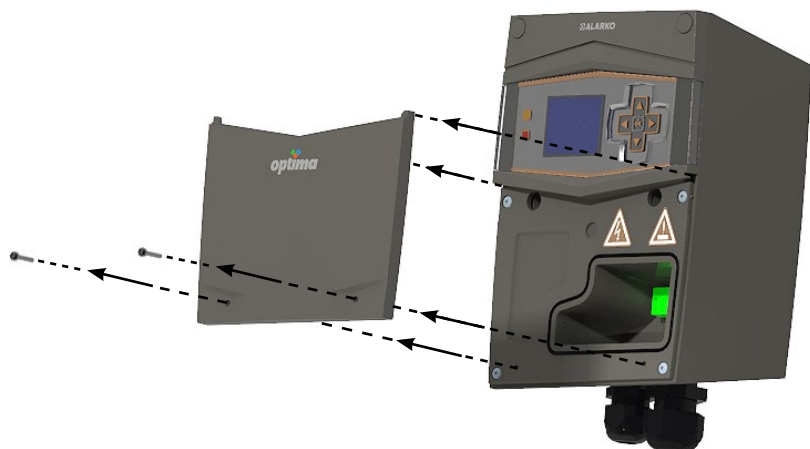

Figura 6.9: Remoção da Tampa Inferior
4. Remova os parafusos da tampa inferior. Ver Figura 6.9.